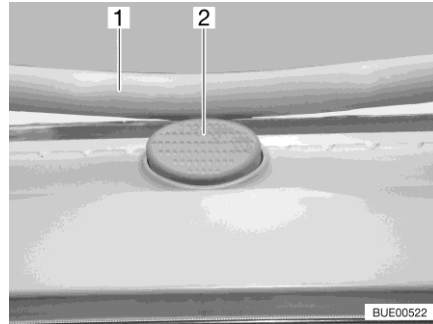

Bild 22 Sicherungsknopf (Heki-Dachhaube)
- Den Sicherungsknopf (Bild 22,2) drücken und den Bügel (Bild 22,1) mit beiden Händen nach unten ziehen.
- Den Bügel mit beiden Händen nach oben drücken, bis der Bügel oberhalb des Sicherungsknopfes (Bild 22,2) liegt.